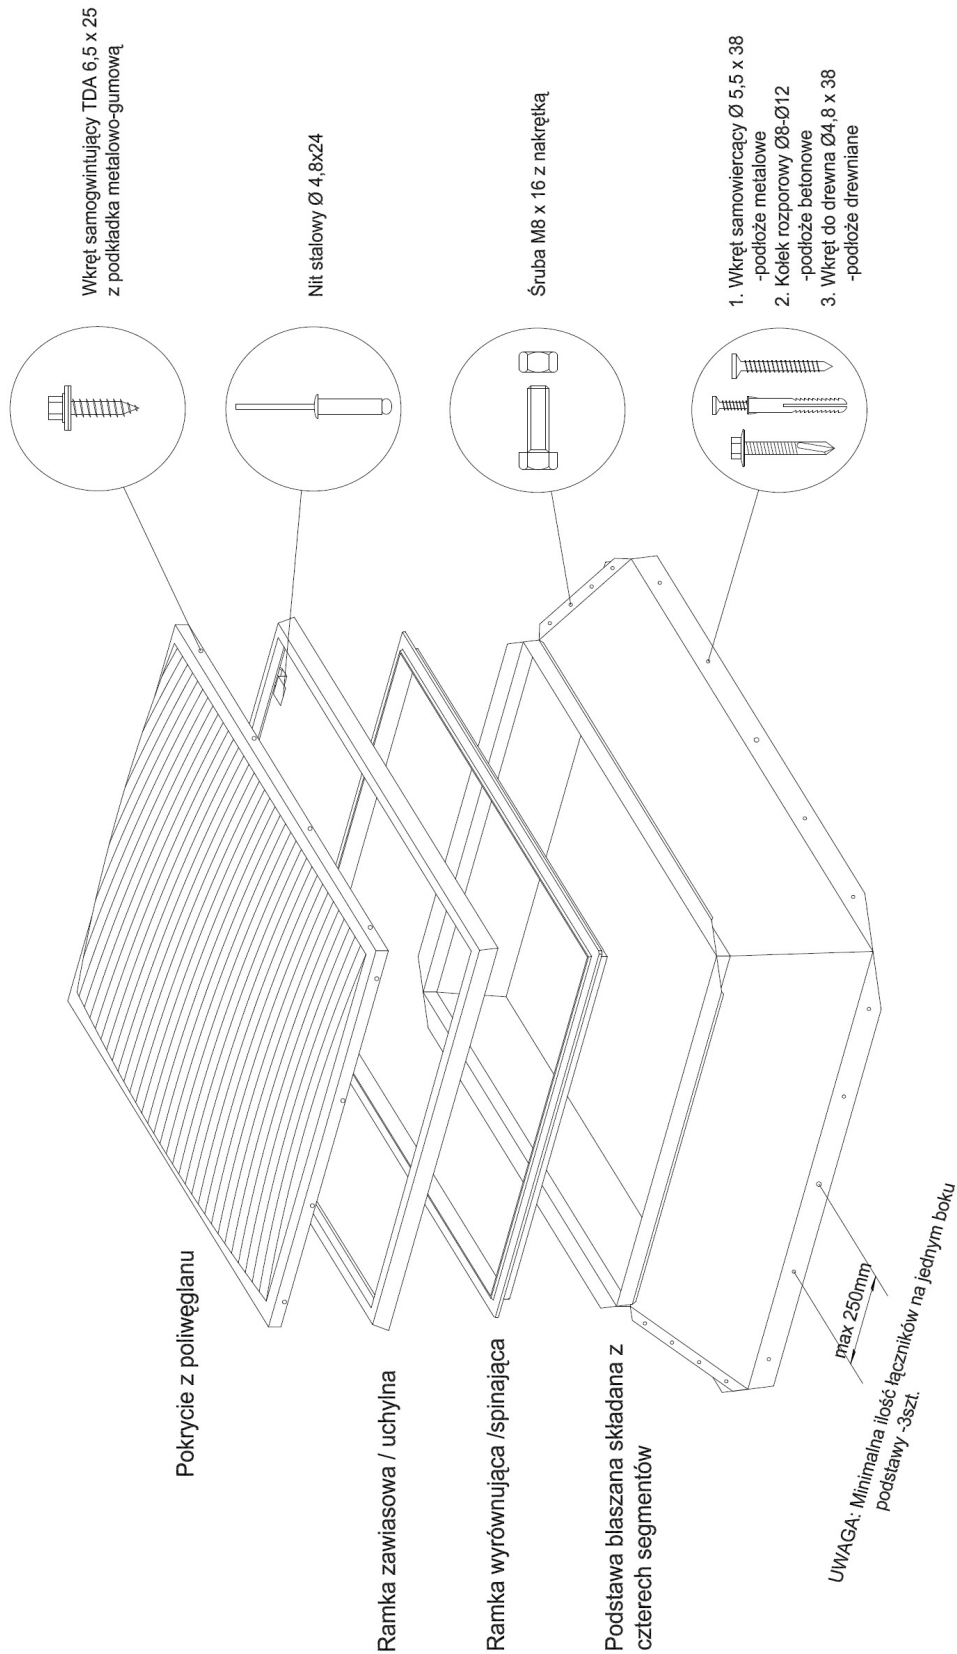

Rys. 1. Wyłaz dachowy AWAK, podstawa z blachy stalowej
- sprężyny gazowe oraz klamka (rys. 1, 2)
- rys. 1. Wyłaz dachowy AWAK, podstawa z blachy stalowej